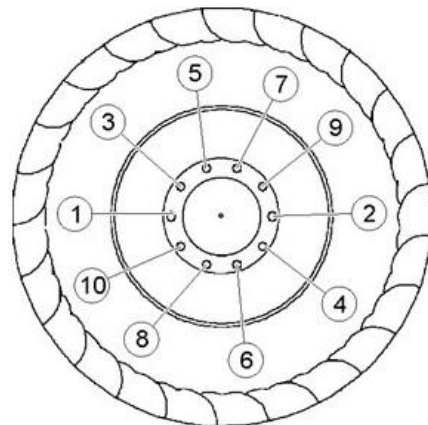

Abb. 8-39: Reihenfolge zum Lösen/Anziehen der Radmutter.
2. Radmuttern lösen, dabei die Reihenfolge aus der Abb. 8-39 einhalten.
5. Radmuttern mit dem erforderlichen Drehmoment und der Reihenfolge aus der Abb. 8-39 anziehen.